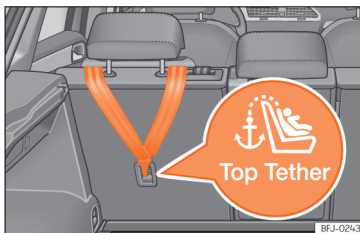
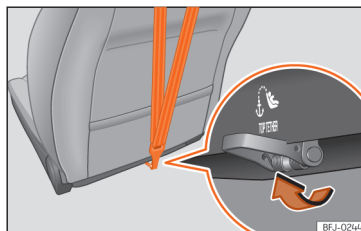

Рис. 47 Зворотний бік сидіння другого ряду: петля для ременя Top Tether.
Рис. 48 Зворотний бік сидіння переднього пасажирського автокрісла: кріплення для ременя Top Tether.
- Надійно зачепіть ремень Top Tether за кріплення на звороті спинки сидіння **»» рис. 47, »» рис. 48.**